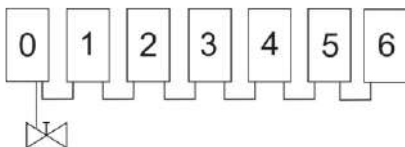

Рисунок. 1. Схема размещения сигнализаторов загазованности системы СГК-Б
Для работы в системе СГК-Б сигнализаторы должны быть правильно сконфигурированы. В системе может быть от 1 до 60 сигнализаторов. У каждого сигнализатора должен быть уникальный сетевой адрес. Адреса назначаются «ведущим» сигнализатором автоматически по порядку, но одновременно только одному «ведомому» сигнализатору. Ведомые сигнализаторы должны располагаться по порядку сетевых адресов в цепочке системы СГК-Б, начиная от ведущего (см. рис. 1). Расположение сигнализаторов не по порядку приведет к неправильной работе системы СГК-Б. Возможны несколько вариантов поставки сигнализаторов систем СГК-Б.
1.7.1 В случае приобретения систем СГК-Б с заранее предустановленными на заводе-изготовителе сетевыми адресами (по согласованию с заказчиком), произведите подключение компонентов системы по схеме, указанной на рис.1 (сетевой номер устройства будет указан на задних крышках сигнализаторов).
- клапан закрыт – жёлтый (оранжевый) цвет свечения светодиодного индикатора 2 (рис.1).